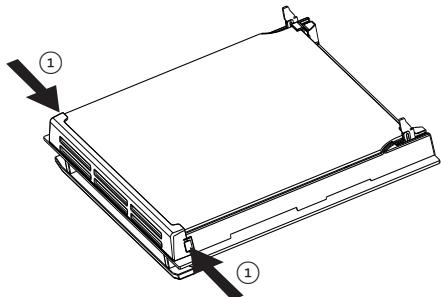

Fig. 4.11
- Premere le lingue di aggancio su entrambi i lati della porta e rimuovere completamente il fermavetro (fig. 4.11, 4.12).